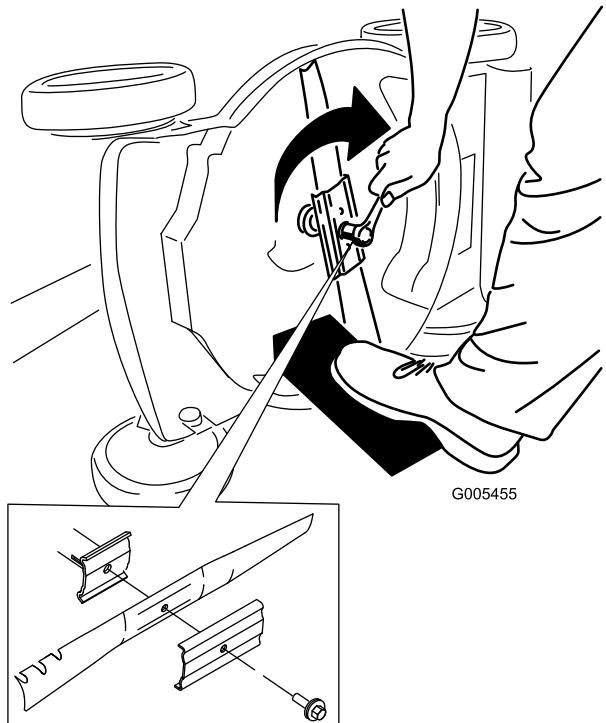

Figura 44
4. Retire la cuchilla, conservando todos los herrajes de montaje (Figura 44).
5. Instale la cuchilla nueva y todos los herrajes de montaje (Figura 44).